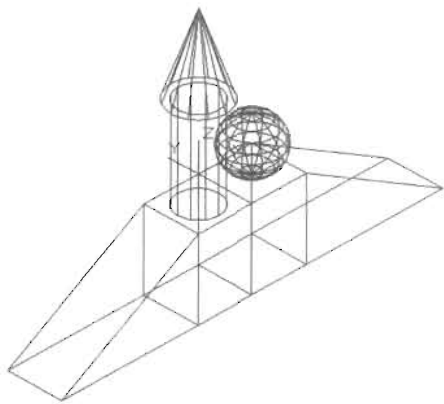

图 14-37
(9) 在“建模”工具栏中单击“球体”按钮, 绘制一个半径为 20mm 的球体, 如图 14-37 所示, 命令执行过程如下。